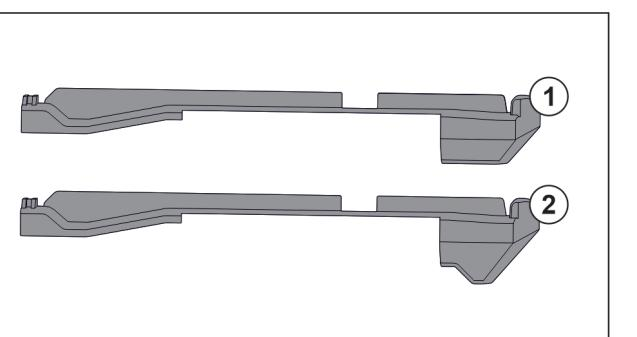

Fig. 48 Сравнение вставных частей
В устройстве находятся две разные вставные части. Вставная часть над самым нижним выдвижным ящиком Fig. 48 (2) имеет треугольную кромку. Все прочие вставные части Fig. 48 (1) имеют прямую кромку.
- Установите вставную часть Fig. 48 (2) с треугольной кромкой над самым нижним выдвижным ящиком.
- Установите вставную часть Fig. 48 (1) с прямой кромкой на все прочие места.